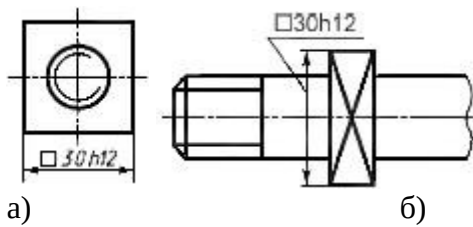

Рис.1.19
21. Размер квадрата  наносят, как показано на рис. 1.19 а или б.. Высота знака равна высоте размерных чисел на чертеже.